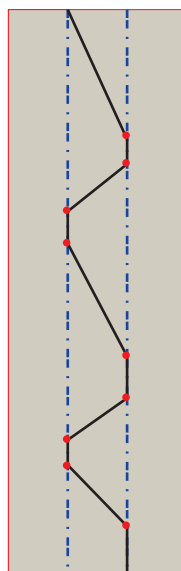

fig 3
- 4** Marque los puntos de unión de los trazos. (fig 3)